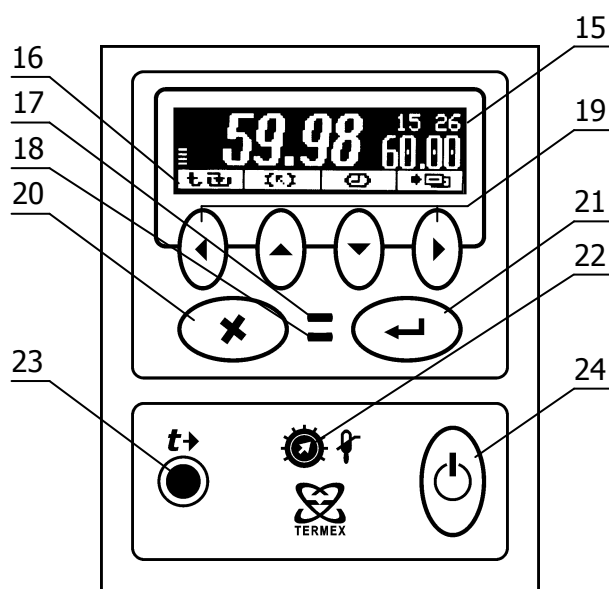

Рисунок 2 – Лицевая панель
Система безопасности блока регулирования отключает двигатель насоса и нагреватель при срабатывании хотя бы одной из защит или неисправности управляющего датчика (1.2.13). При срабатывании системы безопасности раздается звуковой сигнал, загорается индикатор 17 (рисунок 2) и на дисплей 15 выводится информация о причине неисправности.
2.3.1 После подключения сетевого кабеля к электрической сети блок регулирования переходит в режим ожидания. Подключение сопровождается кратковременной подсветкой дисплея 15 (рисунок 2).
2.3.6 Для регулировки яркости подсветки или контраста дисплея нажать кнопку 20 (X), выбрать изменяемый параметр кнопками (▲) и (▼) и установить его значение кнопками (◀) и (▶). Зафиксировать изменение нажатием кнопки 21 (↵) (рисунок 2).
2.5.6 Для выбора уставки в качестве текущей кнопками ( $\blacktriangle$ ) и ( $\blacktriangledown$ ) подвести к ней указатель. Значение отмеченной указателем уставки дублируется крупными цифрами в правой части дисплея. Для подтверждения выбора отмеченной уставки нажать кнопку 21 ( $\leftarrow$ ). Для отмены выбора нажать кнопку 20 ( $\times$ ) (рисунок 2).
2.5.7 Для изменения численного значения отмеченной указателем уставки нажать кнопку ( $\blacktriangleright$ ). На рамке, обрамляющей значение уставки в правой части дисплея, появятся "засечки", указывающие на изменяемую позицию в численном значении. Цифра в отмеченной позиции мигает. Нажатиями кнопок ( $\blacktriangle$ ) и ( $\blacktriangledown$ ) установить требуемую цифру в отмеченной позиции. Если удерживать кнопку нажатой, значение уставки будет изменяться непрерывно. Нажатиями кнопок ( $\blacktriangleleft$ ) и ( $\blacktriangleright$ ) переместить отметку изменяемой позиции. Дискретность изменения значения уставки зависит от положения изменяемой позиции: если отмечена позиция десятков, то при единичном нажатии кнопки ( $\blacktriangle$ ) или ( $\blacktriangledown$ ) значение уставки изменится на 10 °C. Если отмечена позиция десятых долей, то значение уставки изменится на 0.1 °C соответственно. Закончить ввод нового значения уставки нажатием кнопки 21 ( $\leftarrow$ ). Для возврата к значению уставки до ее изменения нажать кнопку 20 ( $\times$ ) (рисунок 2).
2.6.3 При срабатывании защиты раздается звуковой сигнал и загорается красный индикатор срабатывания системы безопасности 17 (рисунок 2). Работа насоса и нагревателя будет блокирована. На дисплее отобразится текущее состояние системы защит.
2.6.5 После устранения причины срабатывания защиты или ее отключения кнопкой (▶) индикатор 17 (рисунок 2) погаснет. Перевести блок регулирования в рабочий режим нажатием кнопки 21 (←).